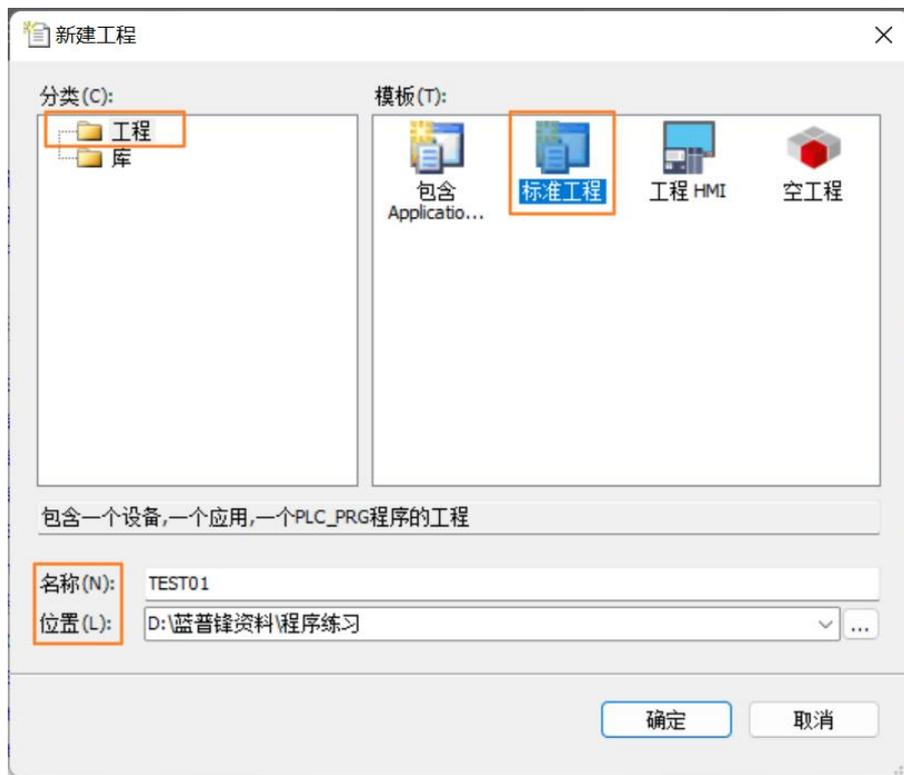

图 1.21 新建工程 (2)
以上新建工程操作后，会弹出“新建工程”对话框，如图 1.21 所示。
在图 1.21 左侧“分类 (C)”栏选择“工程 (Projects)”，右侧“模板 (T)”栏选择“标准工程”选项。通过“名称 (N)”对工程进行命名，通过“位置 (L)” / “...” 进行保存路径选择。点击“确定”，弹出“标准工程”对话框，如图 1.23、1.24 所示。